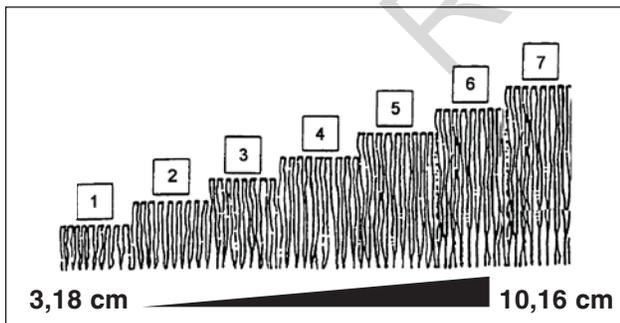

Figure 8: Réglages de hauteur de coupe (approximatifs)
2. Réglez toutes les roues à la même hauteur de coupe. La position de hauteur de coupe la plus haute correspond au cran d'arrêt 7 (**Figure 8**). La position de hauteur de coupe la plus basse correspond au cran d'arrêt 1.